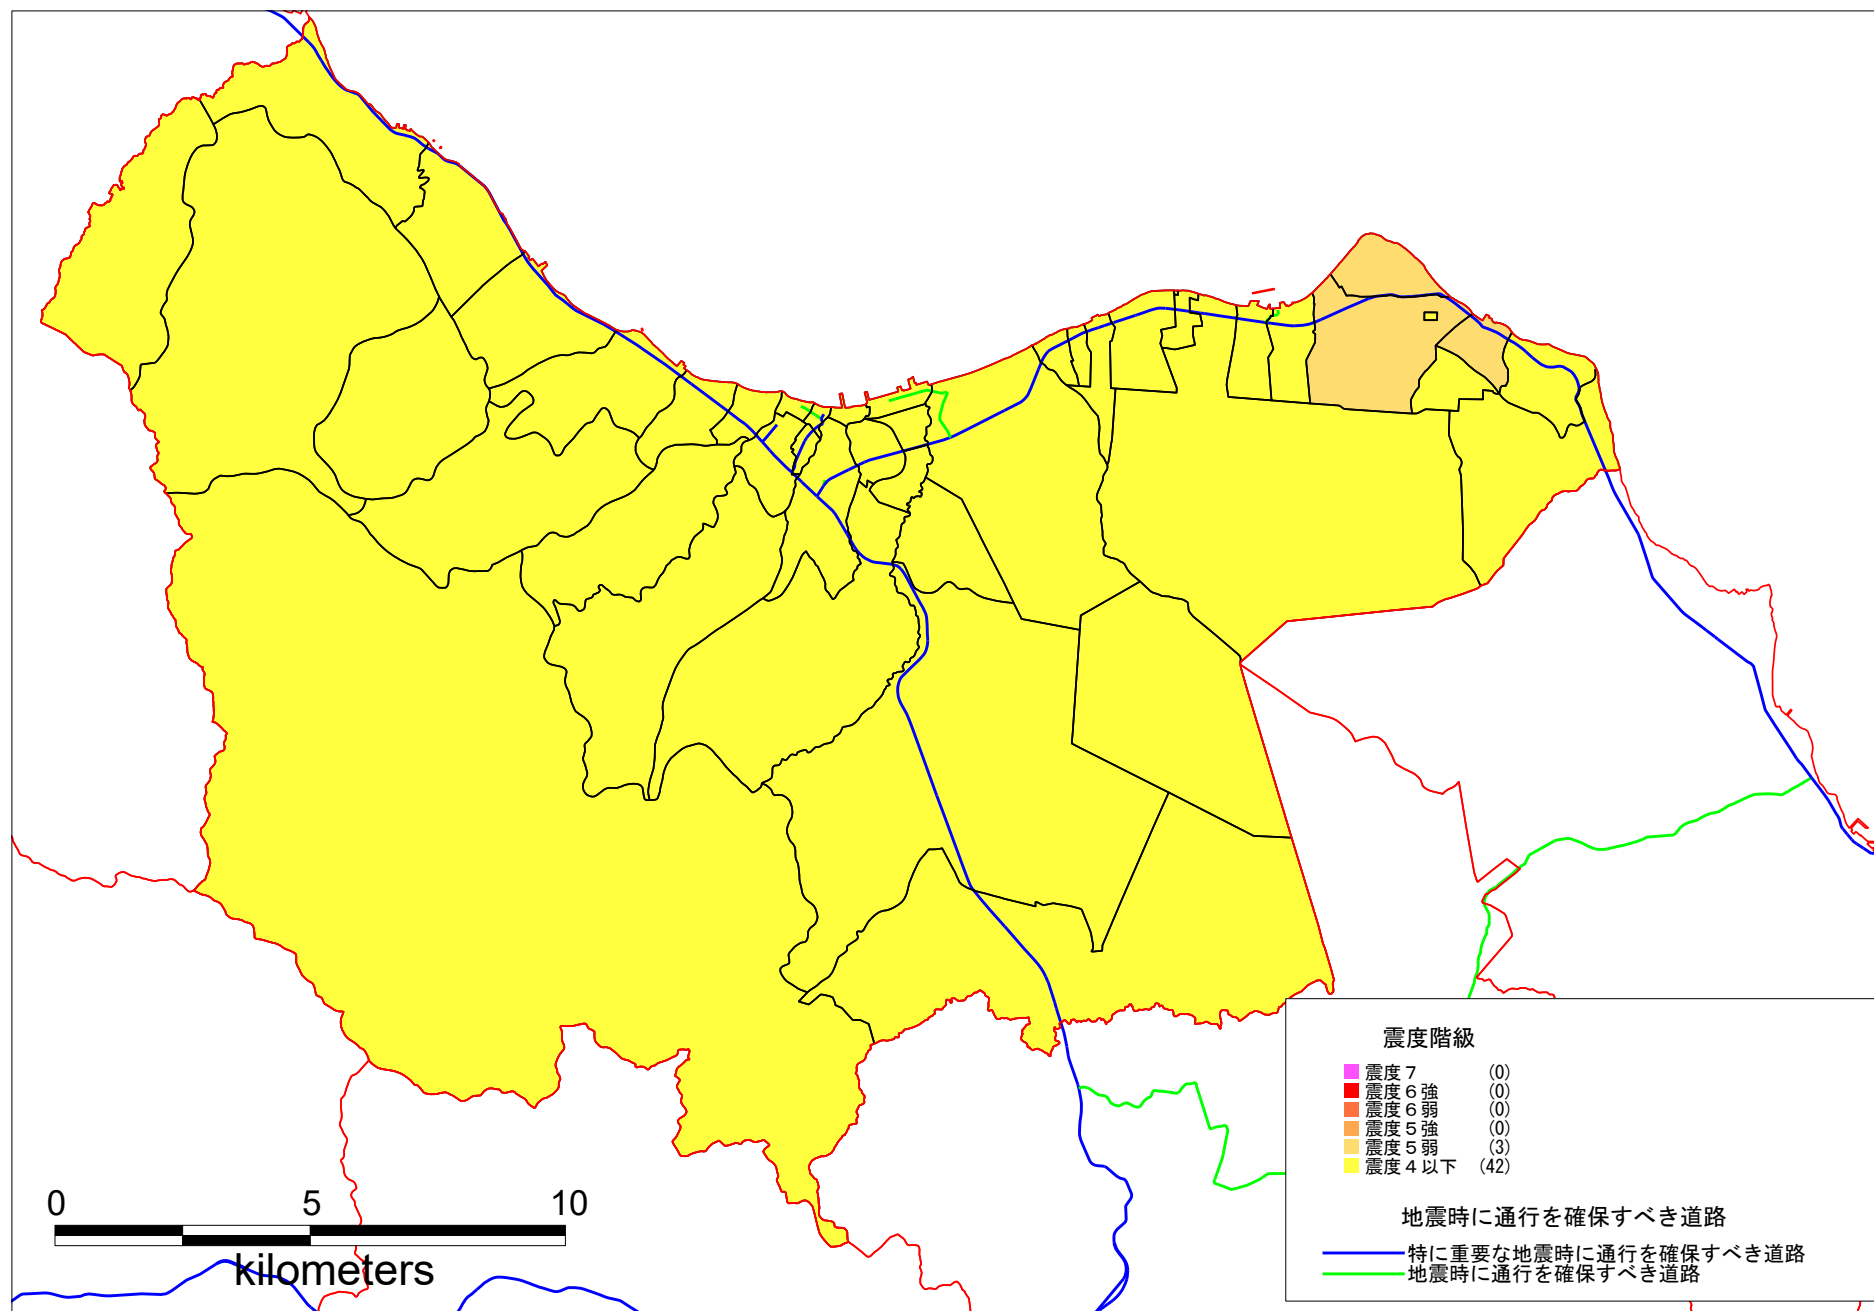

図3 十勝沖・釧路沖の地震（森町）
(3) で計算した震度をもとに、
- ① 海溝型地震が主である北海道、中央防災会議の地震で最大震度となる地震の揺れやすさマップを図3に示します。